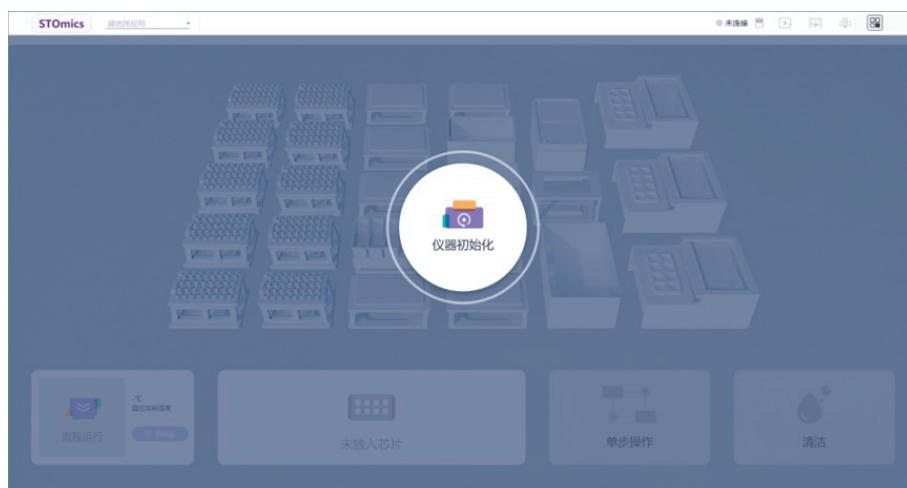

图 2-3 STOmics 软件仪器初始化界面
- 仪器初始化：打开软件后，请点击“仪器初始化”按钮进行系统自检，此过程预计为 **1-2 min**。界面如图 2-3 所示：